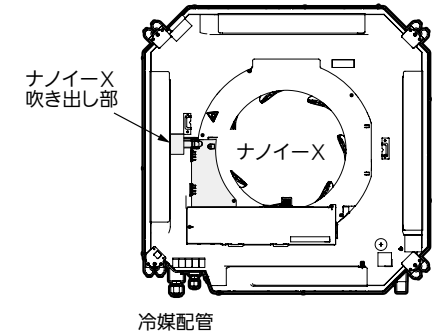

図 2
- シャ風材は、ナノイーX 吹き出し部がない吹き出し口に使用するよう、室内ユニットの設置方向にご注意ください。ナノイーX 吹き出し部がある吹き出し口にシャ風材を取り付けた場合、ナノイーX の効果はなくなります。(図2) 詳細はシャ風材に同梱されている「据付工事説明書」を参照してください。